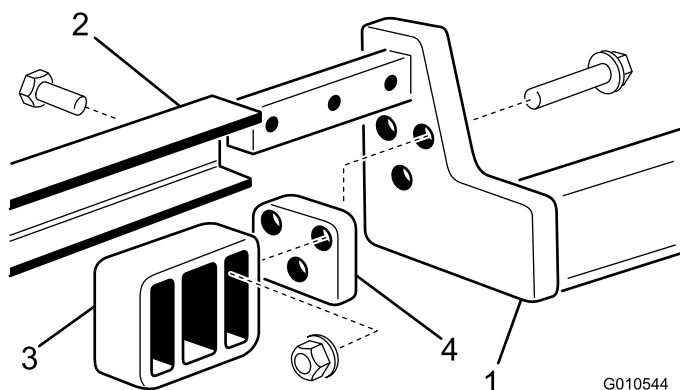

Figure 6
3. Installez un berceau arrière à chaque bras de relevage à l'aide de 3 boulons, entretoises et écrous à embase, comme illustré (Figure 6).
4. Faites glisser le bâti porteur sur les bras de relevage en prenant soin d'aligner les trous de montage. Fixez chaque côté du bâti porteur aux bras de relevage à l'aide de 3 boulons (1/2 x 1-1/2 po). Serrez les boulons à 95–108 Nm (Figure 6).